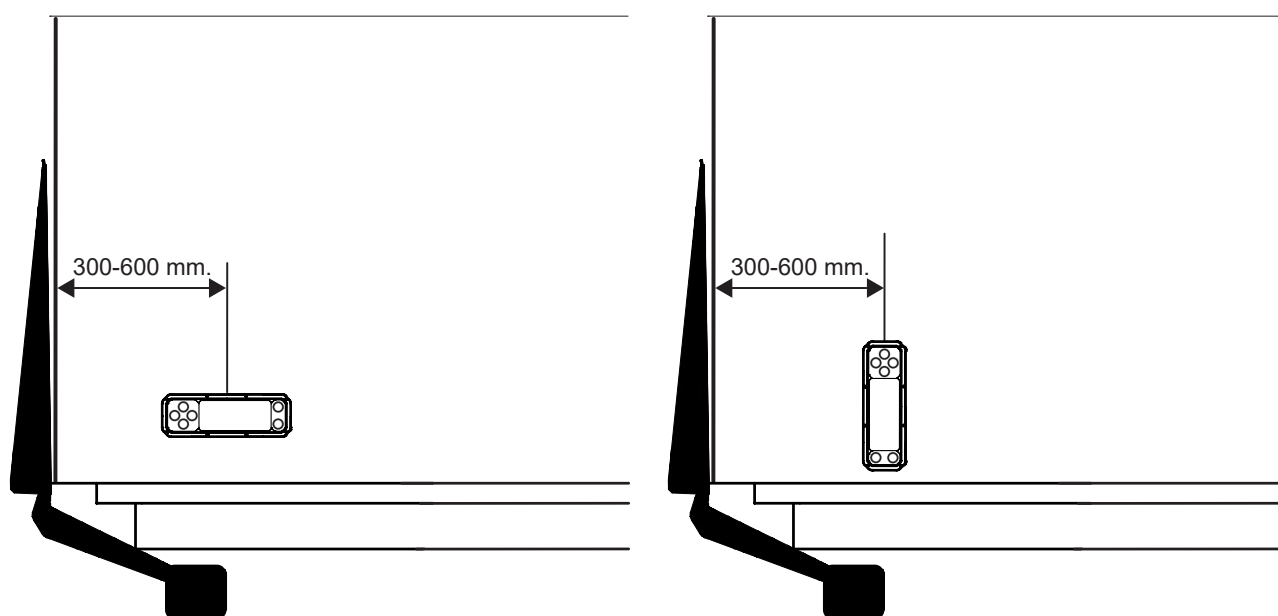

Bild 31. Montering av manöverdon
5. Montera därefter fast manöverdonet på skåpet. Se Bild 31